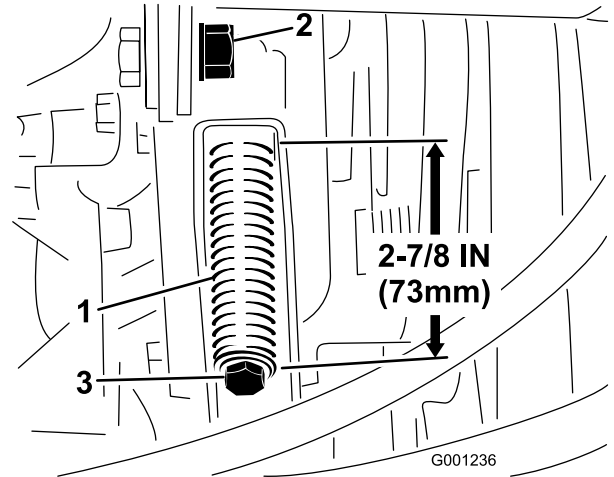

図 76
3. テンションロッドのジャムナットをゆるめる 図 76。
4. テンションスプリングの調整には $\frac{1}{2}$ "のレンチを使う 図 76。スプリングの長さが 73 mm になるように調整する。
4.  $\frac{1}{2}$ "のレンチを使ってテンションスプリングを完全にゆるめる 図 76。
6. 新しい PTO ベルトを取り付け、プーリスプリングの長さが 73 mm になるように張りを調整する 図 76。
7. ジャムナット (図 76) を締め、フードを閉める。